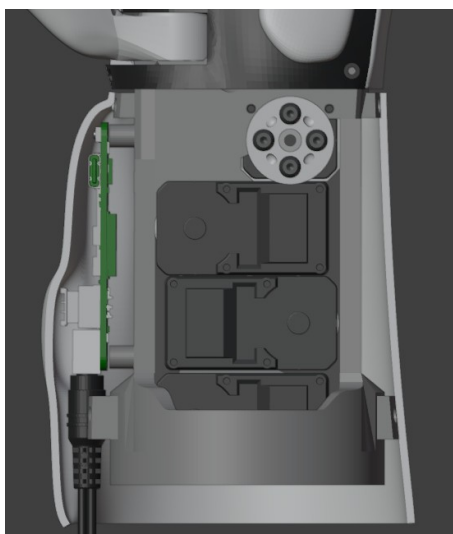

Figure 5.76: Scheletro - Area cover inferiore anteriore
4. Posizionare i pin su un lato della cover anteriore sui fori di incastro del lato corrispondente dello scheletro, incastrarli, poi ruotando la cover procedere all'incastro dei pin sull'altro lato. Vedo **figure 5.76 e 5.77**.